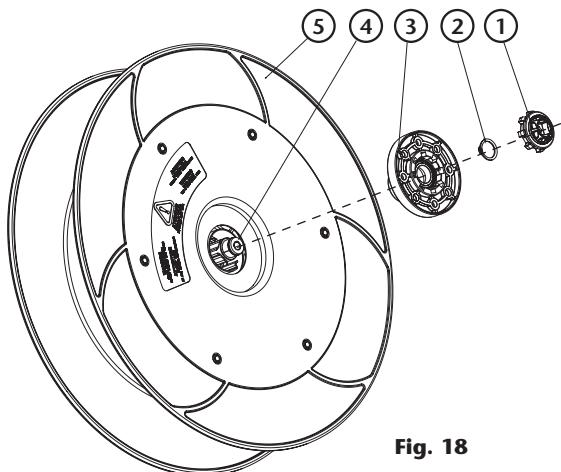

Fig. 18
11. Con el conjunto tambor fuera de las carenas, la pieza pretensora (1) (fig. 18) queda suelta, extráigala sin desmontar su chapa metálica interior. Guarde los componentes para volver a instalarlos más adelante.
12. Retire el circlip (2) (fig. 18) que mantiene sujetada la fijación resorte (3) (fig. 18) al eje del disco (4) (fig. 18), y extráigala, sin desmontar el rodamiento alojado en ella. Guarde los componentes para volver a instalarlos más adelante.
15. Monte la fijación resorte (con el rodamiento en su interior) (3) (fig. 18) sobre el eje del disco y sujetelo en su sitio colocando el circlip (2) (fig. 18).
16. Coloque el pretensor (1) (fig. 18) (con su chapa interior montada) sobre la fijación resorte (3) (fig. 18). Esta pieza pretensora estará suelta, sujetela con la mano mientras lleva el conjunto disco sobre la carcasa (la que no tiene la ventanilla de servicio). Asegúrese de que el pretensor encaja en el agujero central de la misma.